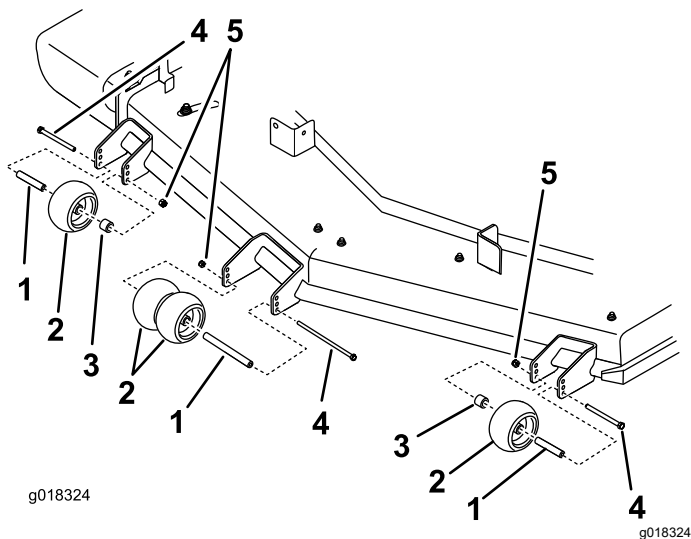

Figura 20
4. Asegúrese de que los espaciadores y los casquillos están instalados (Figura 20).